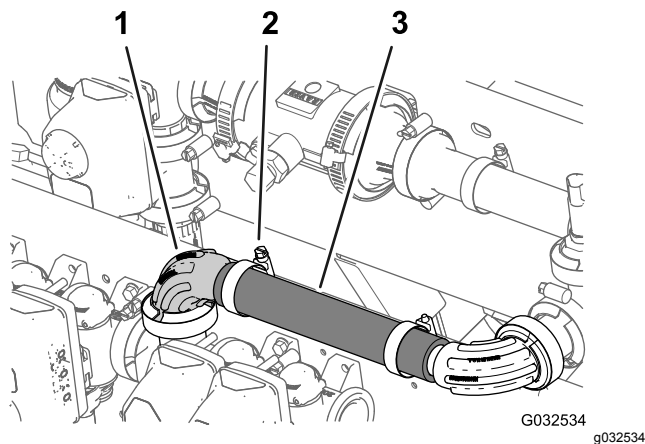

图90
- 如 图90 所示将软管 1 x 8-1/2 英寸安装到 90 度法兰接头 1 英寸。
- 用软管夹将软管固定至法兰接头 图90。